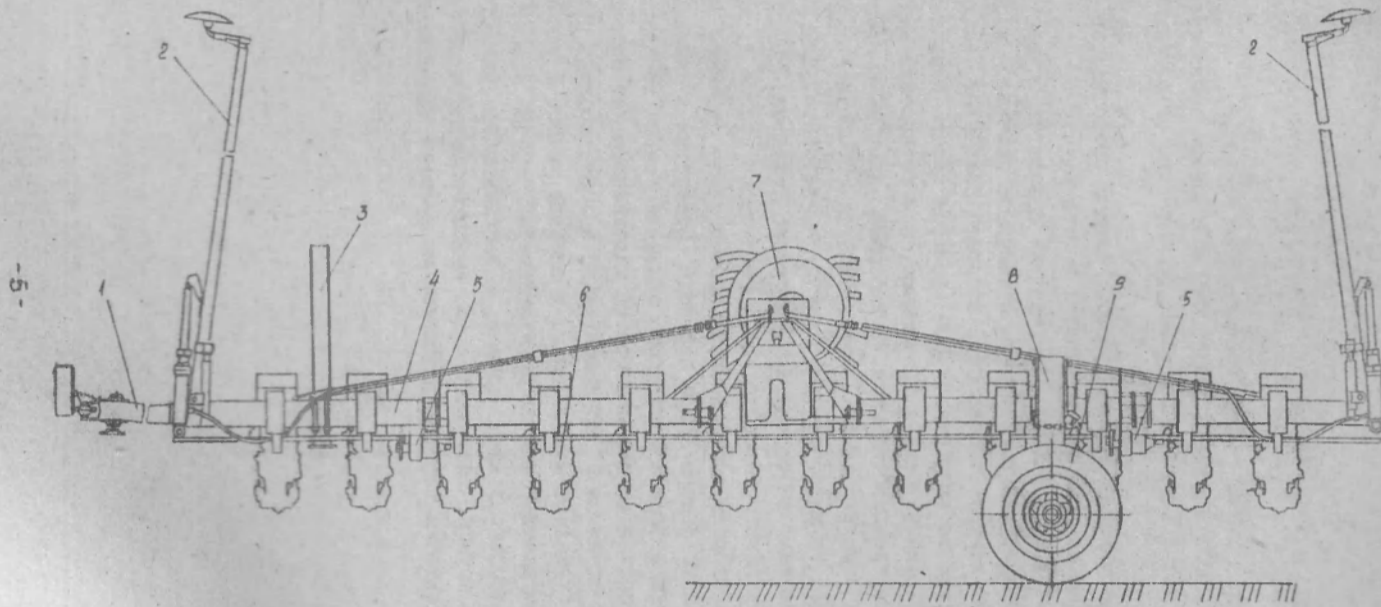

РИС.1. СЕДКА ТОЧНОГО ВЫСЕВА СТБ-12 "КОЛЕСЬЕ"
2.1 Сеялка пневматическая навесная двенадцатирядная точного высева (рис. 1,2) предназначена для посева калиброванных и дражированных семян свеклы.
3.1 Сеялка состоит из рамы 4 (рис.1) с замком для автосцепки, приводных колес 3 (рис.2) с механизмами передач, посевных секций 6 (см.рис.1), вентилятора 7, маркеров 2, дышла 1, стойки 3 и опор 8 транспортного устройства.